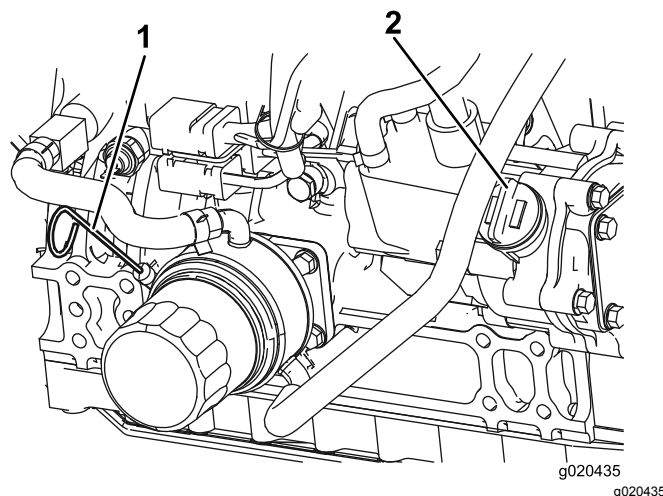

Figura 74
3. Retire la varilla, límpiela, vuelva a colocarla en el tubo y retírela de nuevo. El nivel de aceite debe llegar a la marca Lleno (Figura 74).
4. Si el nivel de aceite está por debajo de la marca Lleno, retire el tapón de llenado (Figura 74) y añada aceite hasta que el nivel llegue a la marca Lleno. **No llene demasiado.**